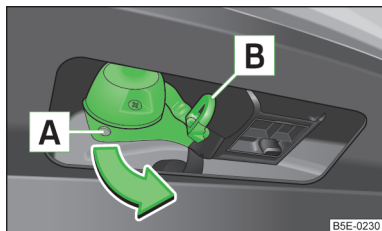

Abb. 158
- Vor der Verbindung mit dem Anhänger die 13-polige Steckdose im Bereich **A** » Abb. 158 fassen und in Pfeilrichtung ausschwenken.
Die Sicherungsöse **B** » Abb. 158 dient zum Einhängen des Abreißseils des Anhängers.